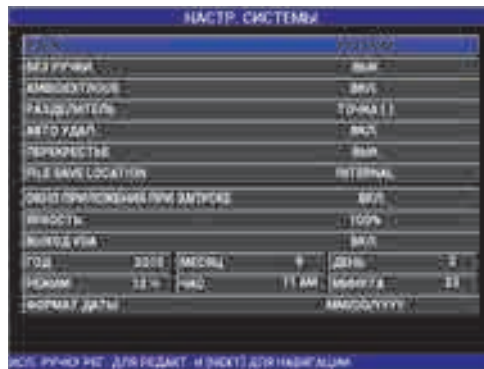

Рис. 4-8 Экран СИСТЕМНЫЕ НАСТРОЙКИ
1. Дважды нажмите клавишу меню ADV SETUP (⚙️), а затем клавишу В для доступа к экрану СИСТЕМ.НАСТР. (см. Рис. 4-8 на стр. 82).